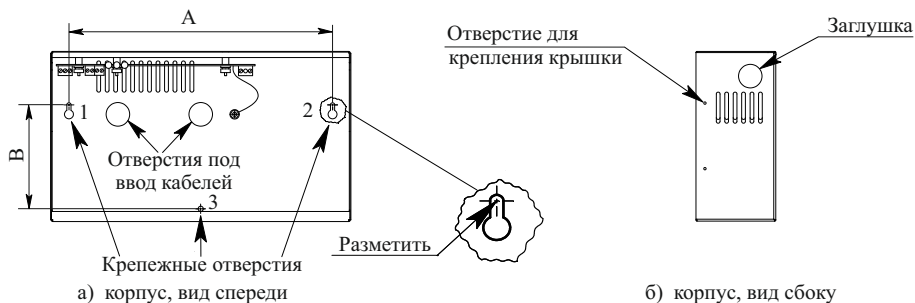

Рисунок 1
- а) разметить в месте установки точки крепления через крепежные отверстия в корпусе источника (рисунок 1, а). Размеры, указанные на рисунке 1, а:
- б) просверлить три отверстия Ø 6 мм (под шуруп 4 × 45), или Ø 8 мм (под шуруп 6 × 40, 6 × 60, 6 × 80), (рисунок 1, а) и вставить в них дюбели, установить дистанционные втулки и ввернуть шурупы (рисунок 1, в) через крепежные отверстия 1 и 2;
- через отверстия находящиеся на задней стенке корпуса (рисунок 1, а);
- через отверстие находящееся на боковой стенке корпуса, предварительно выдавив заглушку подходящим под диаметр заглушки инструментом (рисунок 1, б). При необходимости возможна установка проходного изолятора проводов (в комплектность не входит);
- г) повесить источник на шурупы в крепежных отверстиях 1 и 2 (рисунок 1, а). Ввернуть шуруп через дистанционную втулку в крепежное отверстие 3 (рисунок 1, в). Зафиксировать корпус, закрутив шурупы до упора;
- д) при необходимости, крышку корпуса закрепить саморезами, входящими в комплектность, через отверстия, находящиеся на боковых стенках корпуса (рисунок 1, б).